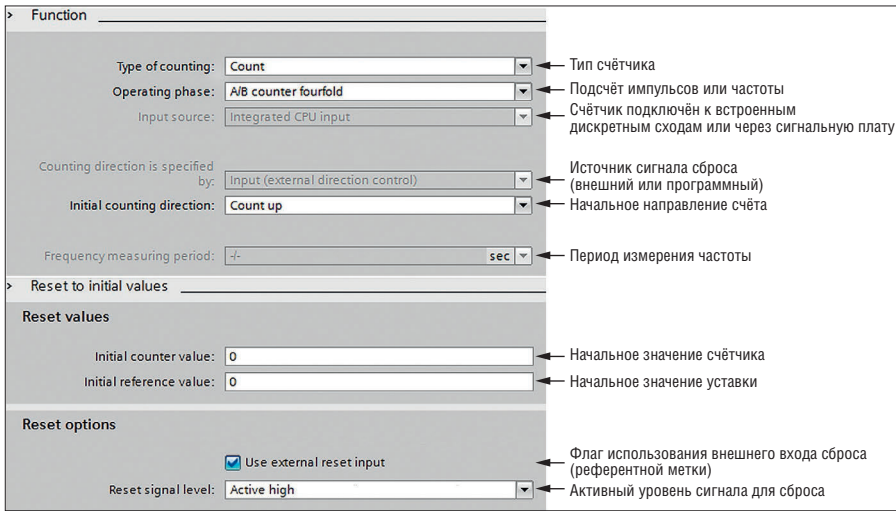
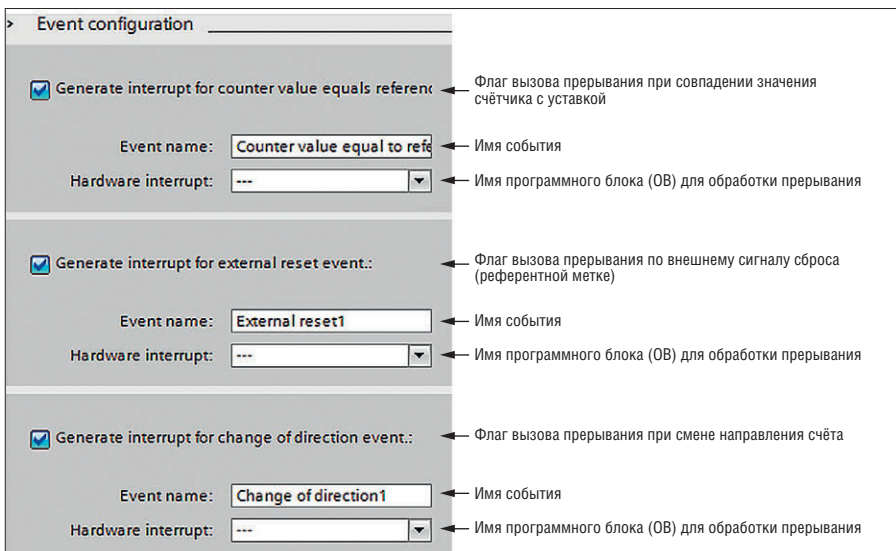

Рис. 9. Параметры конфигурации счётчика HSC\_1
Рис. 10. Конфигурирование событий, вызывающих прерывания HSC
1. Зададим для счётчика HSC\_1 конфигурацию в соответствии с рис. 9. Для управления работой высокоскоростного счётчика, а также чтения его выходного значения можно использовать не только определённые в конфигурации счётчика события (рис. 10), но и, например, периодически активирующуюся подпрограмму обработки аппаратного прерывания (Cyclic Interrupt). В любом случае необходима подпрограмма, которая будет производить обработку прерывания для определённых в конфигурации счётчиков событий (ссылка на эту программу указывается в пункте Hardware Interrupt).